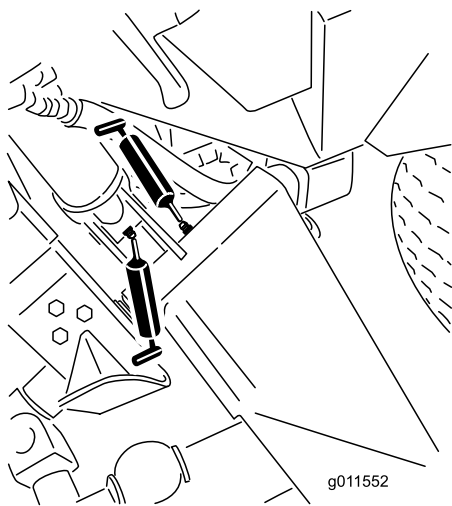
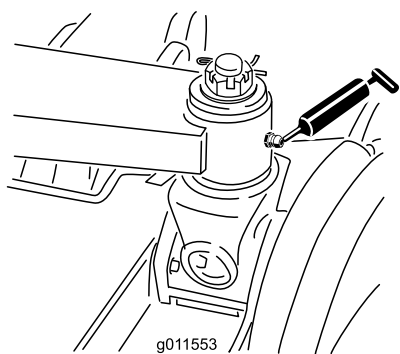

Figura 67
Figura 68
- Casquilhos do braço de elevação principal (6) (Figura 67 e Figura 68)